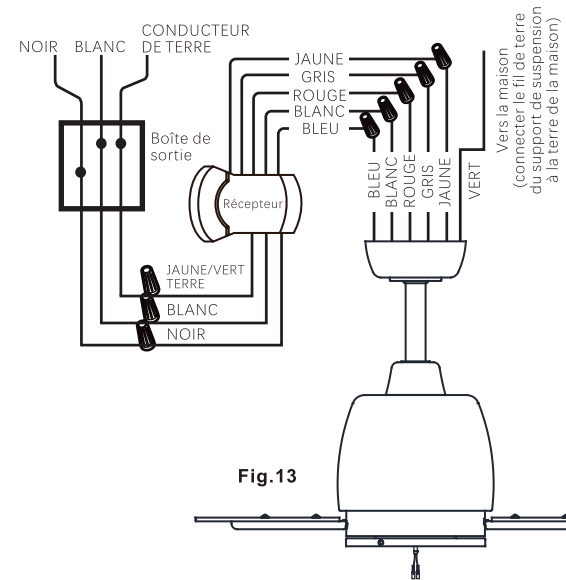

Fig.13
Effectuez chacune des connexions de fils illustrées dans la figure 13. Fixez chacun d'entre eux à l'aide des écrous fournis.
**Étape 1.** Veuillez connecter le fil bleu du ventilateur (moteur) au fil bleu du récepteur. Entre le fil blanc du ventilateur (moteur) et le fil blanc du récepteur. Raccordez le fil rouge du ventilateur (moteur) au fil rouge du récepteur. Raccordez le fil gris du ventilateur (moteur) au fil gris du récepteur. Relier le fil jaune du ventilateur (moteur) au fil jaune du récepteur. (Fig. 13)
**Étape 1.** La connexion du fil noir du récepteur (AC IN L) est reliée au fil noir (HOT) de la boîte de sortie du plafond (Fig 13).